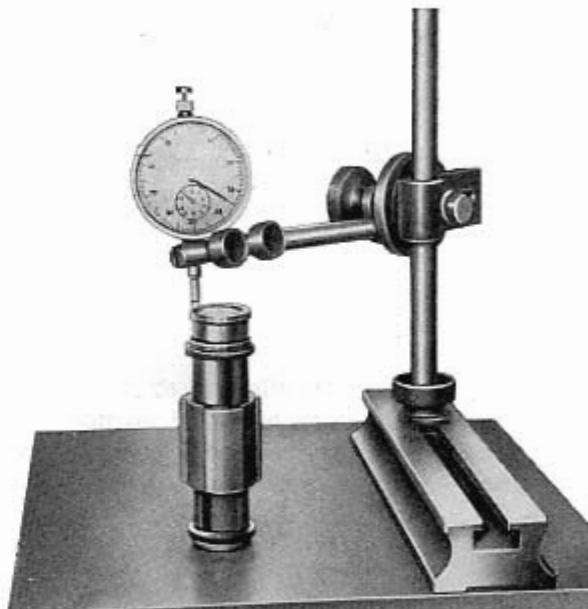
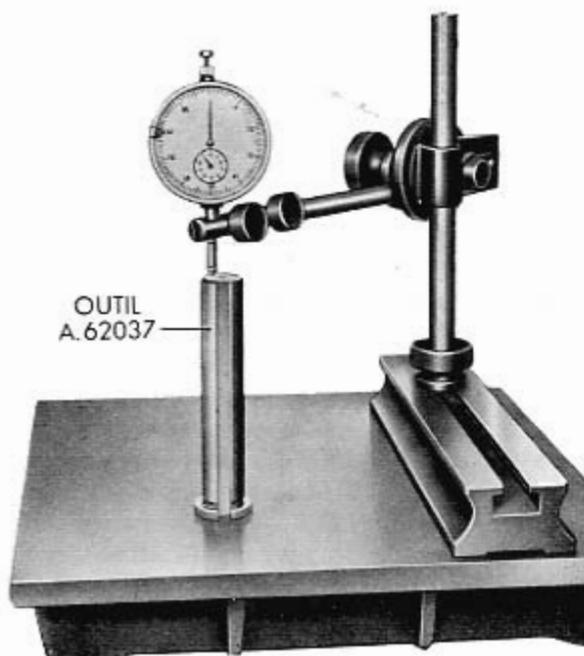

Fig. 193 - Lecture au comparateur de la valeur de « c ».
Fig. 194 - Mise à zéro du comparateur sur l'outil A. 62037.
- c = Valeur lue sur le comparateur (fig. 193), égale à la différence entre la hauteur de l'outil A. 62037 (fig. 194) et celle donnée par la somme des hauteurs des pièces
— la bague du pignon entraîné de 3e vitesse, le moyeu du manchon de 3e et 4e, la bague du pignon entraîné de 4e et la bague intérieure du roulement à rouleaux du pignon d'attaque (fig. 193).
Placer sur le marbre d'ajusteur un comparateur avec le support relatif, et le mettre à zéro sur l'outil A. 62037 (fig. 194), puis appuyer la tige du comparateur sur la bague intérieure du roulement à rouleaux et effectuer la lecture sur le comparateur (fig. 193).
Pour obtenir « C », il faudra ajouter à la hauteur de la broche-étalon (115,64 mm) la valeur lue au comparateur lors de la mesure illustrée fig. 193; cette valeur est indiquée par « c ».